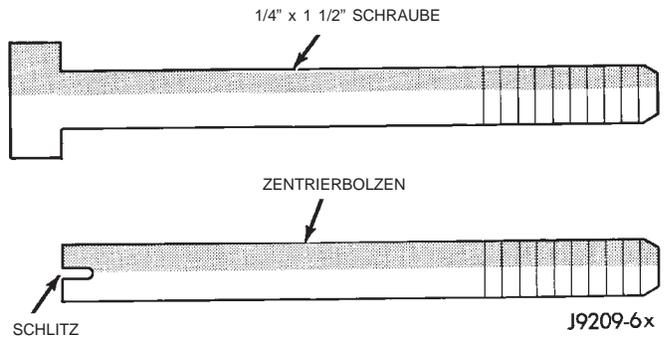

Abb. 48 Herstellen der Zentrierbolzen
- (1) Dichtflächen an Motorblock und Ölwanne reinigen.
- (2) Aus Schrauben von 1 1/2 x 1/4 Zoll (38 mm x 6,35 mm) 4 Zentrierbolzen herstellen. Schraubenköpfe absägen und an der Bolzen-Oberseite zum leichteren Ein- und Ausschrauben mit einem Schraubendreher einen Schlitz anbringen (Abb. 48).